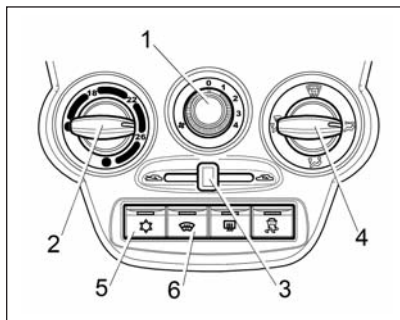

Рис. 40. Блок управления климатической системой (в варианном исполнении)
- **рукоятку 3** (см. рис. 38 и рис. 40) перевести в крайнее левое положение ;
В варианном исполнении (см. рис. 40) климатическая установка имеет дополнительный режим кондиционирования, обеспечивающий охлаждение воздуха, подаваемого в салон автомобиля. При этом логика и алгоритмы управления, описанные выше для системы вентиляции и отопления, верны и для климатической установки с кондиционером.
2. Включите вентилятор, установив **рукоятку 1** (см. рис. 40) в одно из положений «1», «2», «3» или «4».
Для установки желаемой температуры воздуха в салоне поверните **рукоятку 2** (см. рис. 40) по часовой стрелке для повышения, против часовой стрелки для понижения. Температура будет поддерживаться автоматически в пределах производительности климатической установки и установленного допуска.
2. Поверните **рукоятку 2** (см. рис. 40 против часовой стрелки в левое положение до упора (синяя точка на блоке управления).
4. **Рукояткой 1** (см. рис. 40) включите максимальную скорость вентилятора климатической установки (положение «4»).
Для включения/выключения ЭОВС нажмите **кнопку 6** (см. рис. 40), при включении загорается индикатор на кнопке выключателя. Контрольный световой индикатор, расположенный на кнопке выключателя, будет светиться желтым светом в течение всего времени работы системы электрообогрева. Система ЭОВС функционирует только при работающем двигателе.